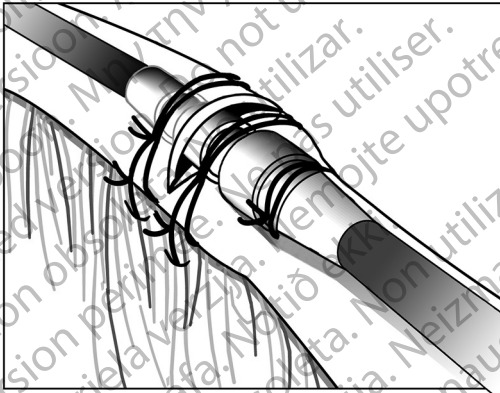

Figura 10. Ejemplo de manguito de sutura, técnica de venotomía
3. Utilice el mismo surco para fijar el cable y la vena a la fascia adyacente (Figura 10 Ejemplo de manguito de sutura, técnica de venotomía en la página 29).